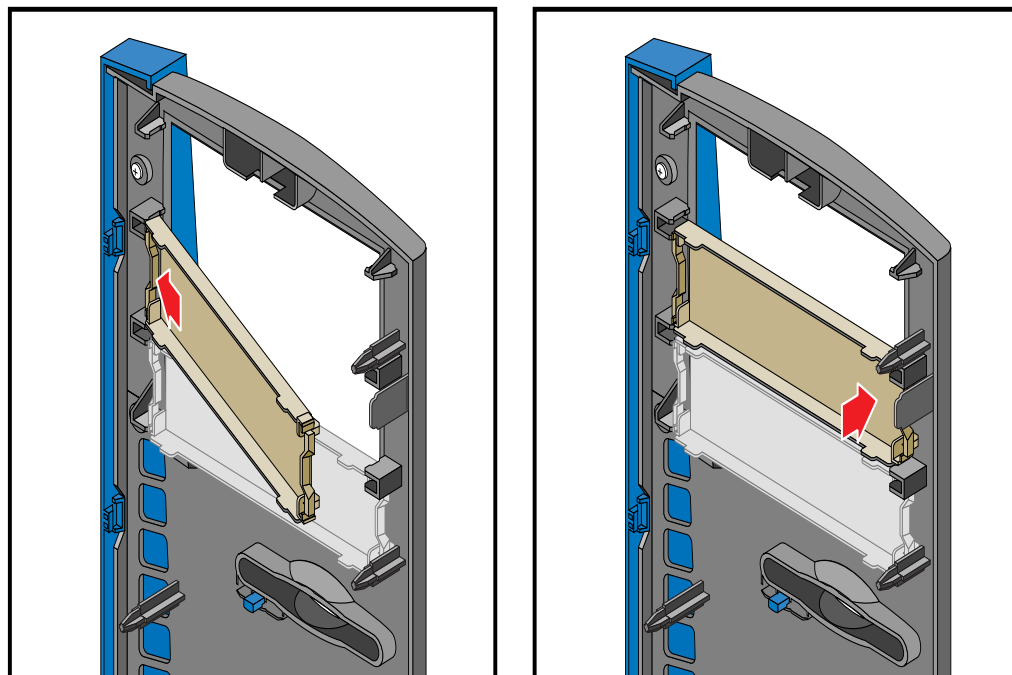

図2-5 ベゼルブランキングプレートの取り付け
- ブランキングプレートを取り付けるには、固定ノッチにブランキングプレートの一方向を挿入してからそれがぴったりはまるまでもう一方の端を押し込みます。手順については、図2-5を参照してください。